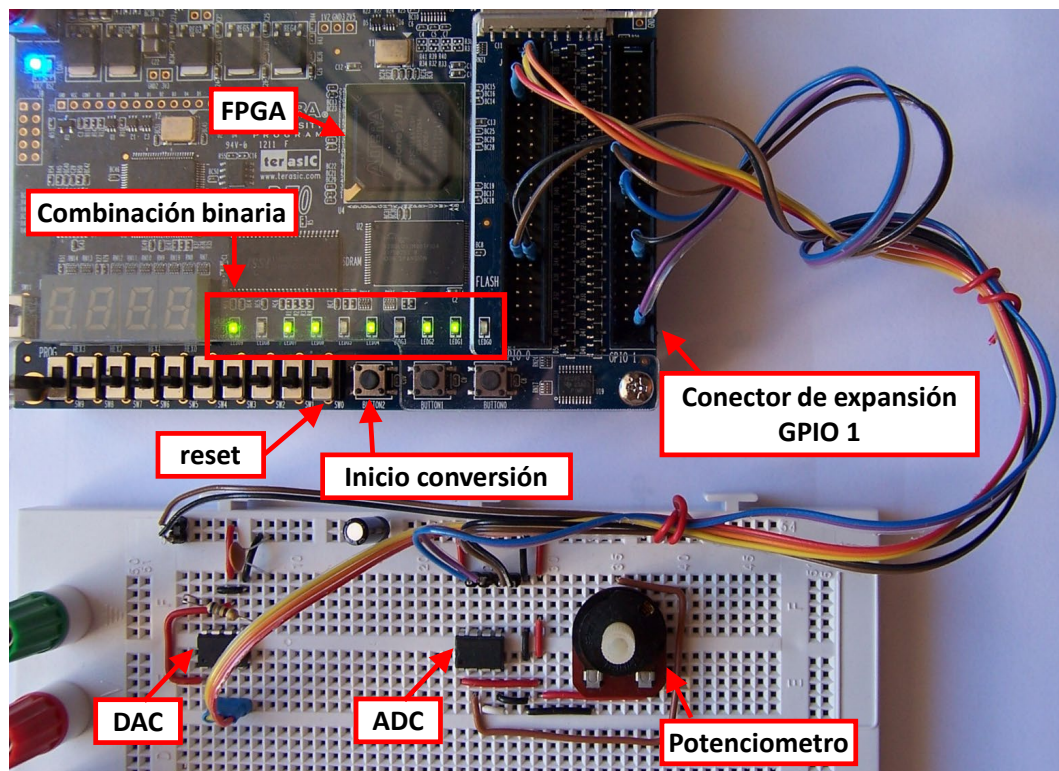

Figura 1. Fotografía del montaje de los convertidores ADC y DAC en la placa del prototipos y su interconexión con la placa DE0.
Ahora, en este proyecto, se adquiere una señal analógica con un ADC (MCP 3001) y se reconstruye con un DAC (MCP4911), los cuales, como se muestra en la Figura 1, se conectan en la placa de prototipos. En ambos casos la interfaz entre el convertidor y el procesador digital (la FPGA) es del tipo serie SPI. Por tanto, también es otro objetivo importante en el Proyecto 2 aprender cómo funciona esta forma de conexión y desarrollar los controladores necesarios para manejar los convertidores. Tanto el procesamiento digital que se haga con la señal muestreada como los propios controladores se implementarán en la FPGA.
5. Identificar en la placa que contiene a la FPGA (DE0) los recursos adecuados para la prueba del controlador diseñado para el ADC y los terminales necesarios. **Se debe realizar un esquema eléctrico del circuito completo a entregar como requisito previo para trabajar en el laboratorio y, a ser posible, el montaje del sistema (Figura 1).**
6. Se recomienda revisar el funcionamiento del analizador lógico (AL) con el que se ha trabajado en el curso anterior.